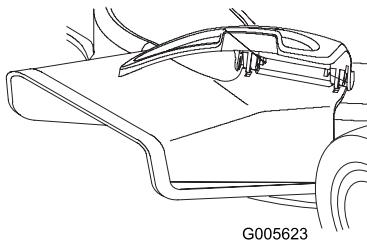

Figura 27
2. Alzate il carter dell'apertura laterale (Figura 27).
3. Infilate il condotto di scarico sull'apertura allineando le scanalature del condotto alle lingue sotto il carter (Figura 27).